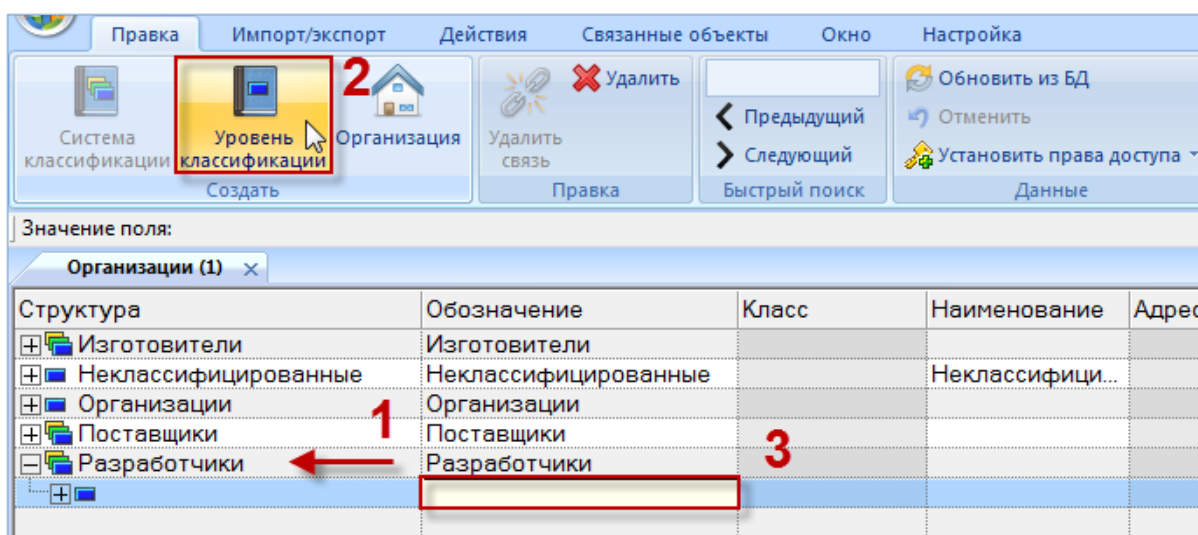

Рис. 9-8 – Создание подраздела в справочнике
2) Выделить раздел, к которому нужно добавить дочерний раздел, например, «Разработчики», как в примере, приведенном на рис. 9-8.